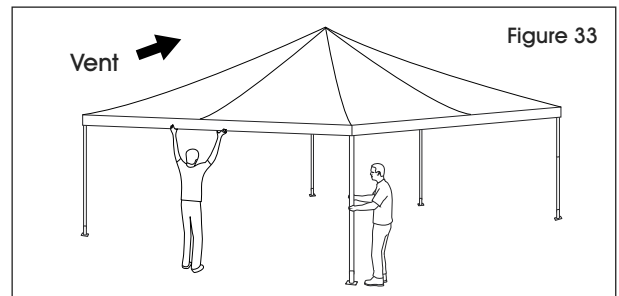

Figure 33
4. Commencez du côté au vent. Faites-vous aider par une autre personne pour retirer les deux pieds situés aux coins d'un côté, puis déposez délicatement la tente sur le sol. (Voir Figures 33 à 35)